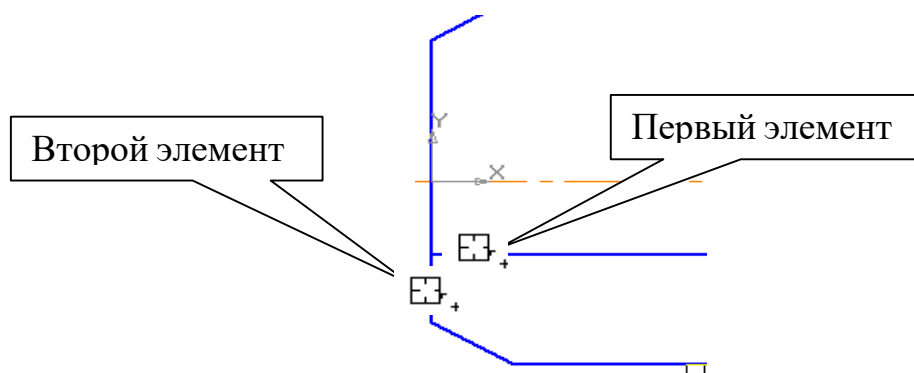

Рис. 15
- Для построения фаски с катетом 4 мм и углом 45° на панели *Геометрия* вызовите команду *Фаска*. Введите данные значения катета и угла. При выполнении фаски горизонтальный отрезок будет перестраиваться, а вертикальный не будет. Выберите, например, первым элементом горизонтальный отрезок, а вторым – вертикальный. В этом случае для второго элемента необходимо сделать активной кнопку *Не усекайте второй элемент*. Укажите курсором вначале горизонтальный отрезок, а затем вертикальный, как показано на рис. 15.